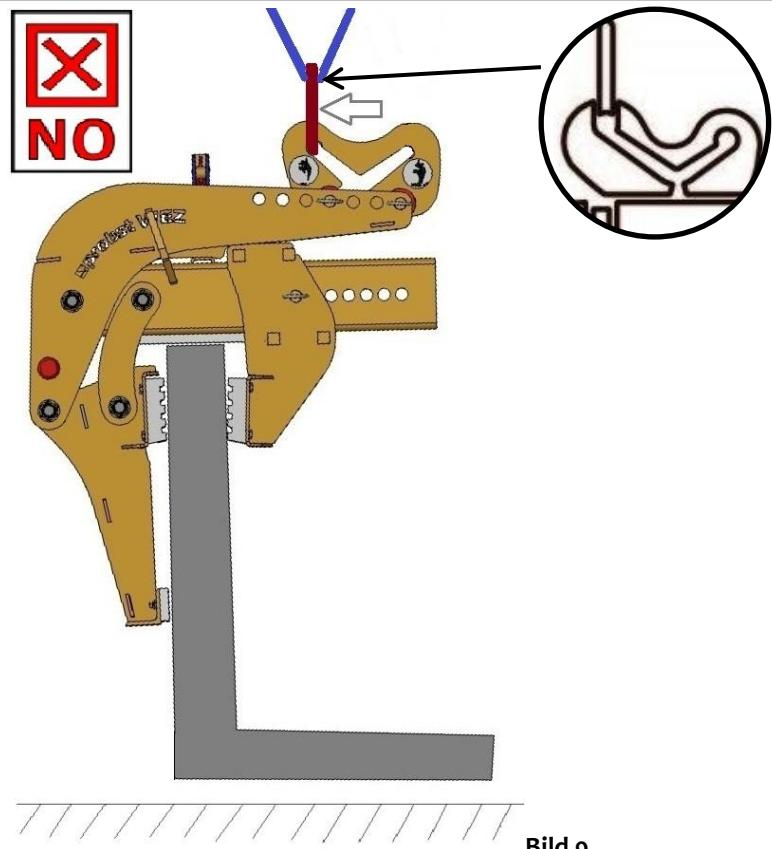

Bild 9
**Das Anheben von Greifgütern/ Elementen in der Leerhubposition (→ Bild 9) ist verboten!**